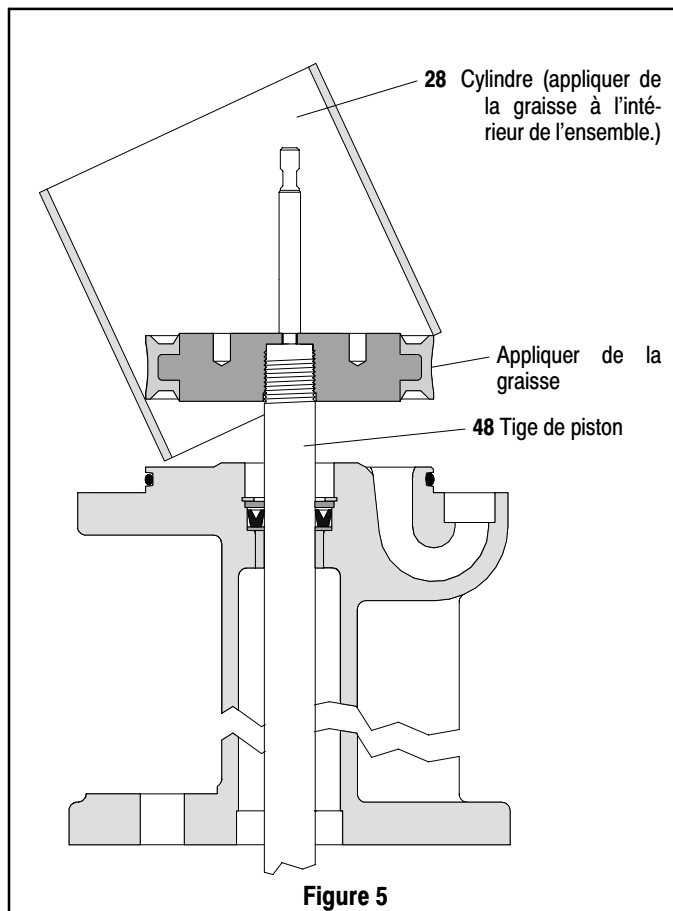

Figure 5
7. En poussant, faire passer la tige de piston (48) par le socle (30) tout en évitant d'endommager les lèvres de la coupelle en U (45) ou le joint torique (49).
8. Graisser l'intérieur du cylindre (28) et remplir de graisse la section du piston (24) située entre les lèvres. Disposer ensuite le cylindre (28) sur le piston (24) et l'ensemble de piston (consulter la figure 5 ci-dessous).